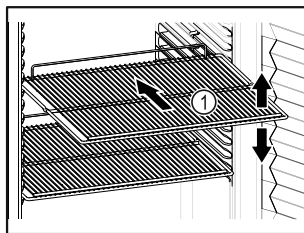

Fig. 56
- Tilpas højden, når bæreristene Fig. 56 (1) kan flyttes.